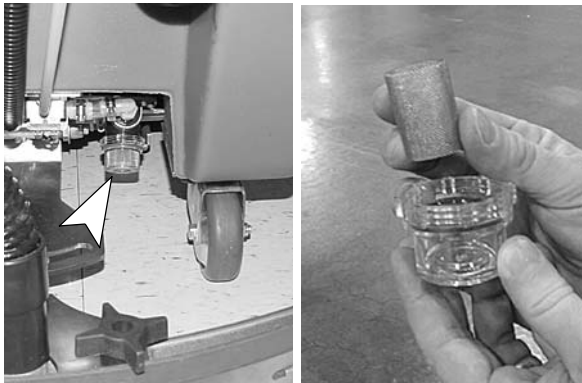

FIG. 40
1. Enlevez le filtre en ligne et rincez-le. Avant de retirer le filtre, assurez-vous que le réservoir de solution est vide. Le filtre se trouve sous la machine à l'arrière (Figure 40).